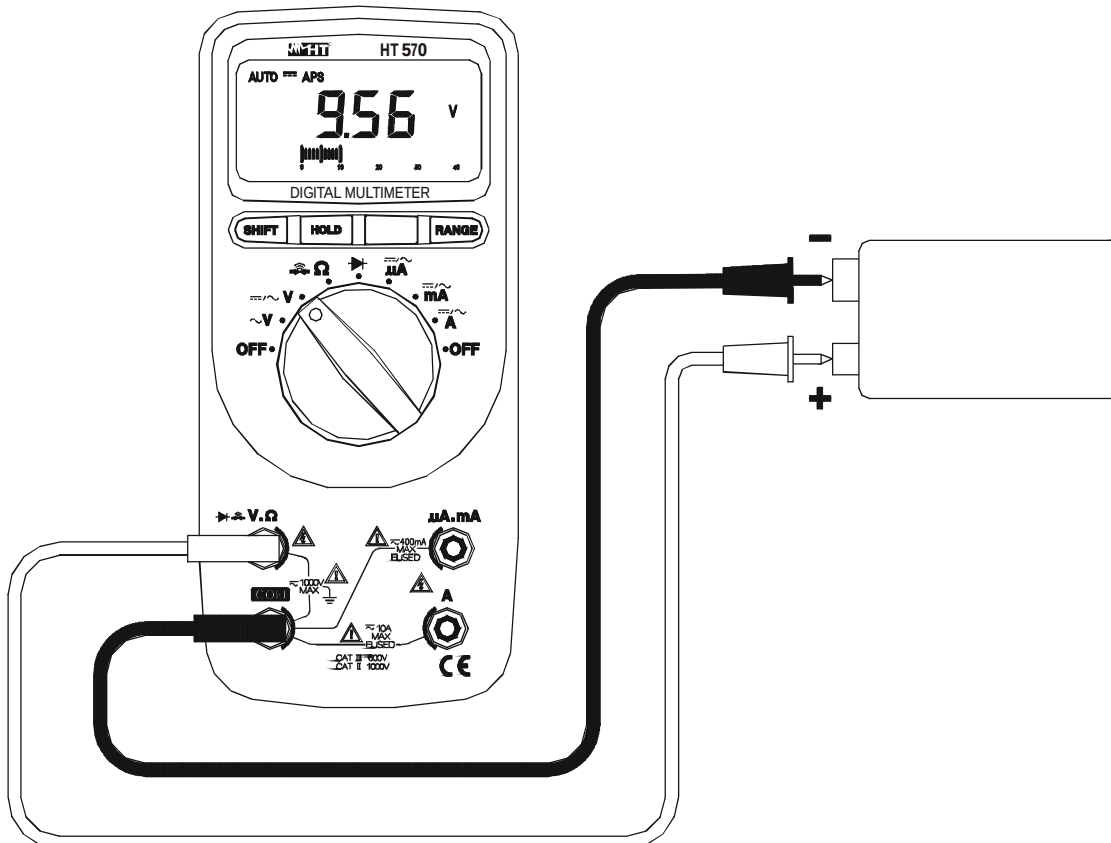

Abb. 2: DC Spannungsmessung
2. Verbinden Sie die Messleitungen wie folgt, die rote in $\text{---}/\text{---}$ V.Ω Buchse und die schwarze in **COM** Buchse (Abb. 2).
3. Verbinden Sie nun die rote und die schwarze Messleitung mit dem positiven und dem negativen-Pol (siehe Abb. 2); die Spannungsgröße wird automatisch erkannt und am Display angezeigt.
5. Das Symbol "-" im Display zeigt, an das die Prüflleitungen umgepolt werden müssen, damit die Spannung positiv angezeigt wird. Siehe Abb. 2.